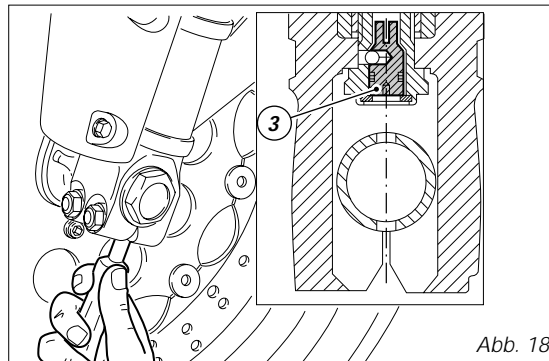

Abb. 18
- 3) (Abb. 18) zur Änderung der hydraulischen Dämpfung in der Druckstufe.*